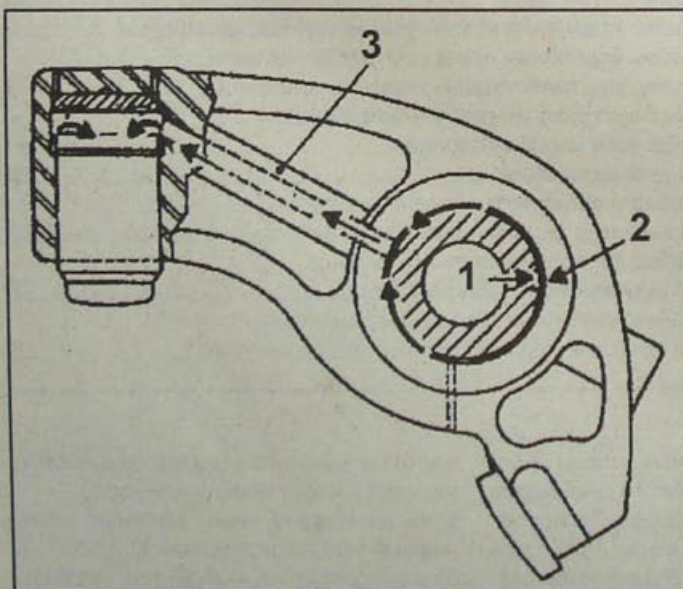

Рис. 2.1. Поддача масла к гидравлическому толкателю:
Масло поступает под давлением в центральный канал оси коромысел (1, рис. 2.1), вытекает из него в точке (2), протекает между коромыслом и маслопроводом, заходит в канал смазки коромысла (3), проходит через опорную шайбу и поступает в гидравлический толкатель. Гидравлический толкатель состоит из следующих элементов: